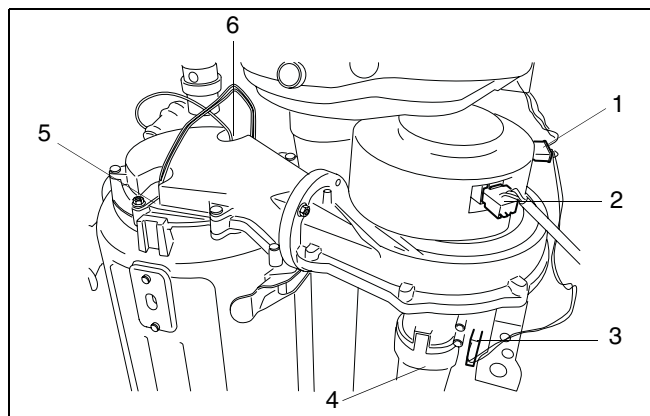

fig. 35 Stikket løsnes fra blæser/gasarmaturenheden
- Stikket (fig. 35, pos. 1, 2 og 3) løsnes fra gasluftenheden.
- Luftindsugningsrøret demonteres på gasluftenheden (fig. 35, pos. 4).
- Stikket kobles fra ioniseringsstift (fig. 35, pos. 6) og gløderør (fig. 35, pos. 5).